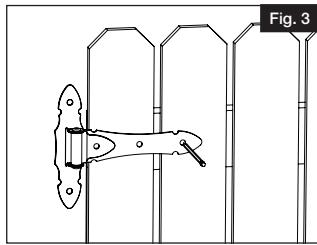

Fig. 3
- Marque la ubicación de los tornillos en el portón (Fig. 3).